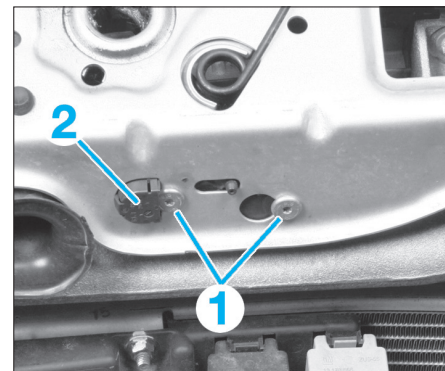

FIG. 19
- Déposer les deux vis de fixation (1) du capteur (2) (fig. 19).
- Débrancher le capteur d'airbag (2).